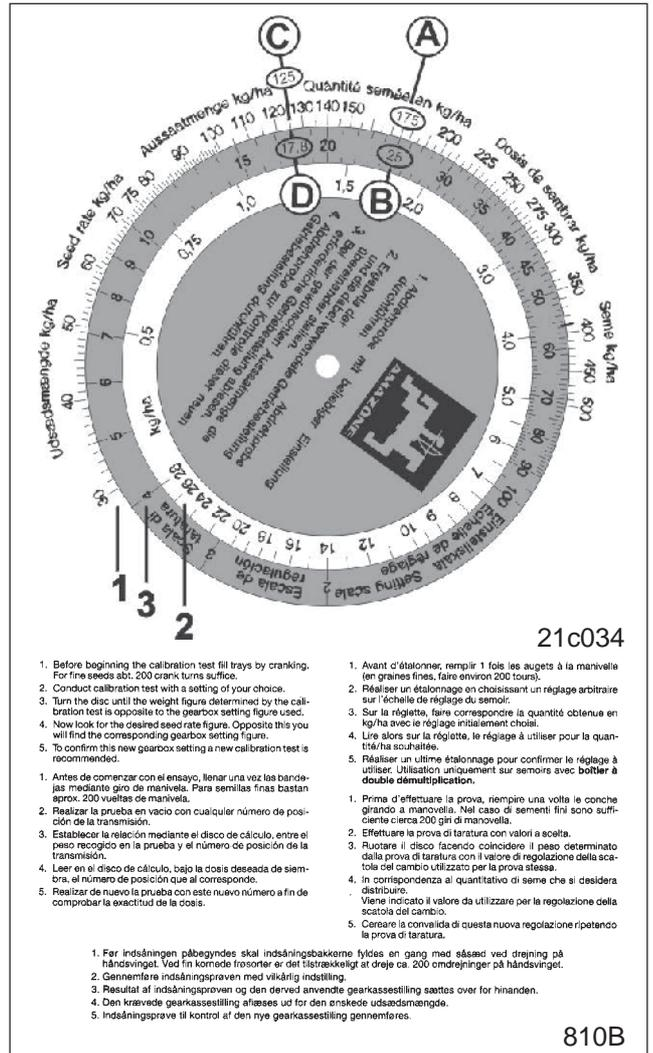

Fig. 11.14
Die Rechenscheibe besteht aus drei Skalen: einer äußeren weißen Skala (Fig. 11.14/1) für alle Aussaatmengen über 30 kg/ha und einer inneren weißen Skala (Fig. 11.14/2) für alle Aussaatmengen unter 30 kg/ha. Auf der mittleren, farbigen Skala (Fig. 11.14/3) sind die Getriebestellungen von 1 bis 100 angegeben.
- Die Aussaatmenge 175 kg/ha (Fig. 11.14/A) und die "Getriebestellung 25" (Fig. 11.14/B) auf der Rechenscheibe übereinander stellen.
- Lesen Sie nun auf der Rechenscheibe die Getriebestellung für die gewünschte Aussaatmenge von 125 kg/ha ab (Fig. 11.14/C). In unserem Beispiel ist das die "Getriebestellung 17,8" (Fig. 11.14/D).